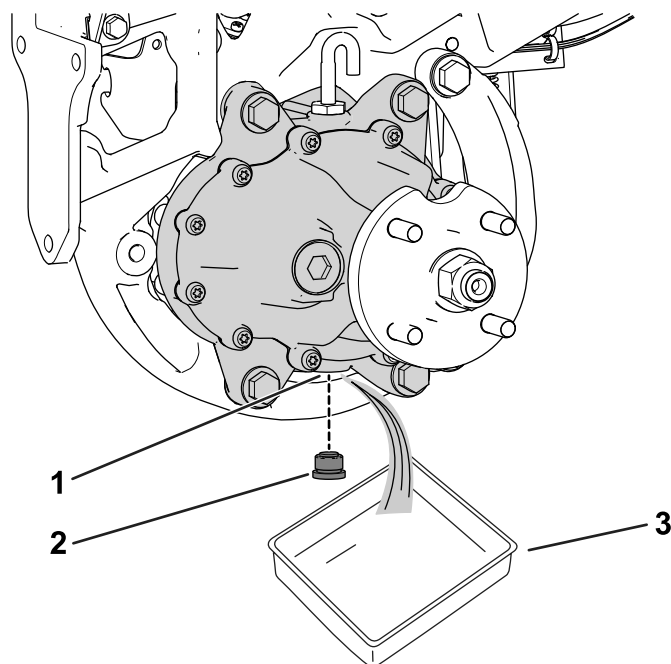

Рисунок 3
1. Подставьте сливной поддон под мотор-колесо в сборе (Рисунок 3).
2. Снимите пробку сливного отверстия (Рисунок 3).
4. Заверните пробку в сливное отверстие (Рисунок 3).